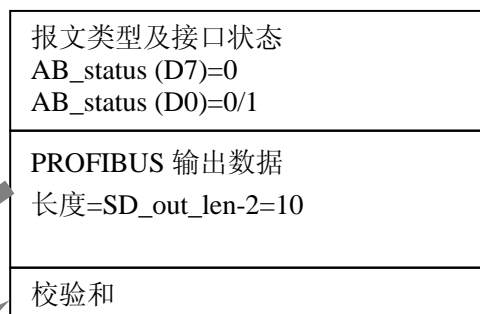

图 6-6-2 接口板回答输出数据报文格式 A，且 AB_status (D7)=0
- ② 报文格式 A 中 AB_status (D7)=0 及包含 PROFIBUS 主站输出数据（1AO+16DO），实验板除接收 PROFIBUS 输出数据外还要判断用户参数更新标记 AB_status (D0)=? 见图 6-6-2。
- ④ 如果 AB_status (D7)=1 说明用户参数已更新（主站下载了用户参数），见图 6-6-2。